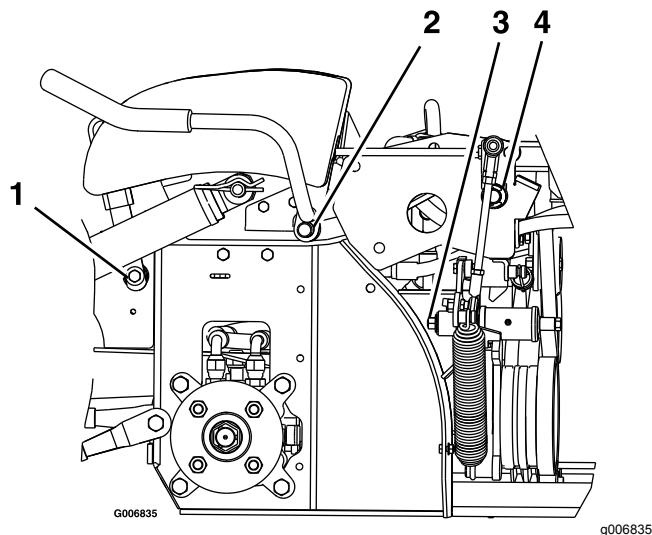

Figure 27
2. Graissez les bagues en bronze du pivot du levier de frein avec un lubrifiant à pulvériser ou une huile légère (Figure 27).